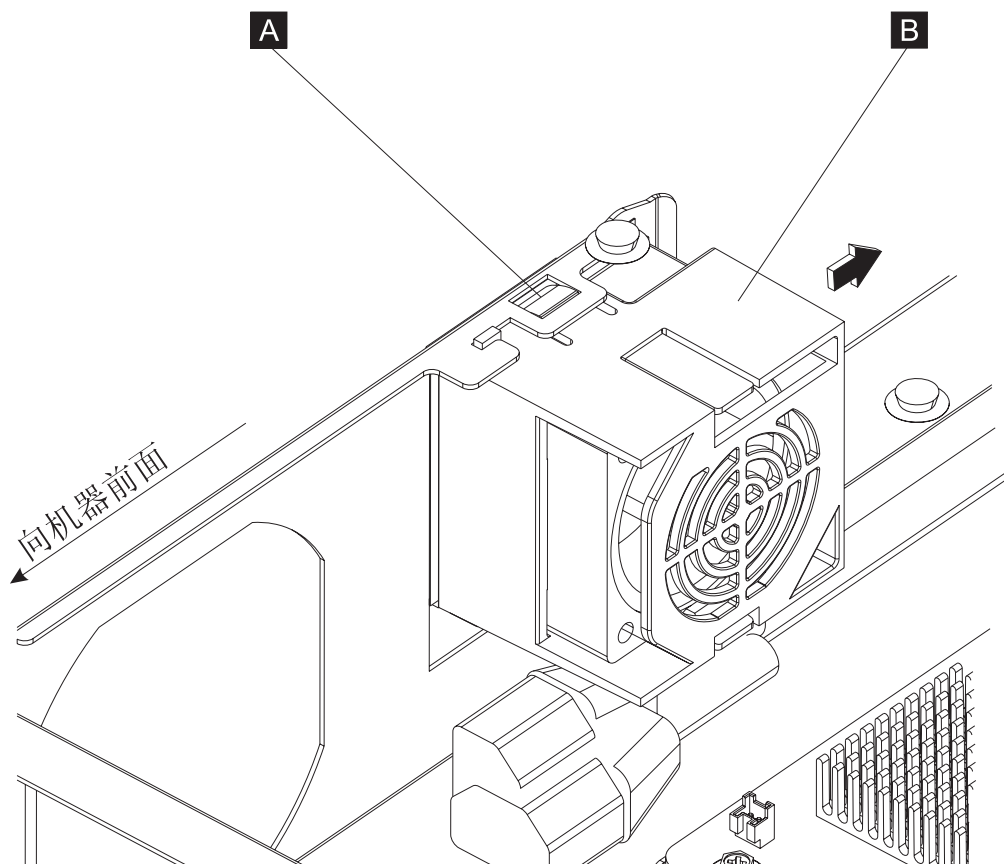

图 27. 卸下带有函道的底盘风扇
3. 向下推风扇函道锁定卡口（第 36 页的图 27 中的 **A**）并将底盘风扇函道（**B**）向系统的后端滑动。它的上卡口和下卡口将从外拉托盘的侧壁上的槽中滑出，这样您就能够从插槽的开口处将它拉出。